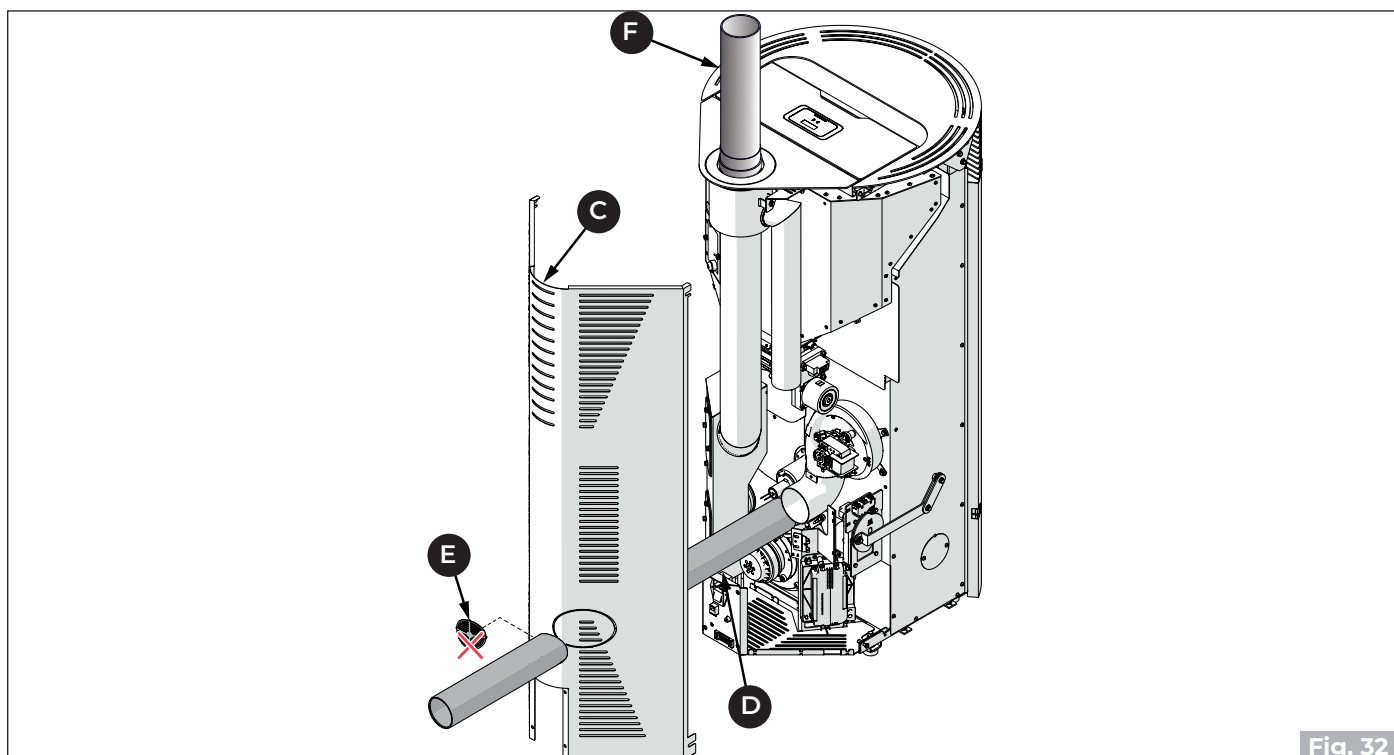

Fig. 32
- Conectar el tubo de salida humos **(F)** ("Fig. 32").